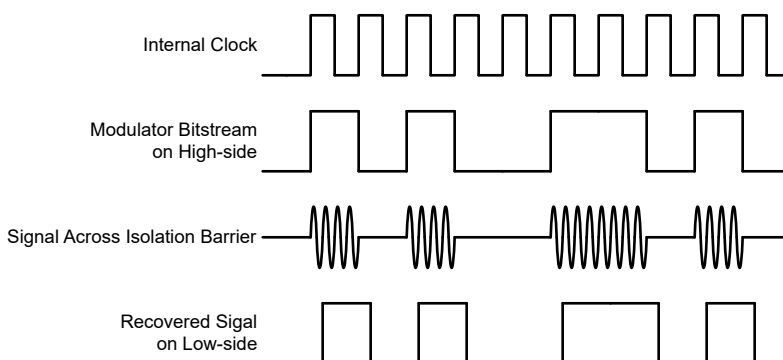

図 7-4. OOK ベースの変調方式
図 7-4 に示されているように、AMC0x06M25 は、オン / オフ キーイング (OOK) 変調方式を使用して、変調器の出力ビットストリームを、SiO₂ ベースの絶縁膜間で伝送します。送信ドライバ (TX) をに 機能ブロック図 示します。TX は、内部で生成された高周波キャリアを絶縁バリア越しに送信し、デジタル 1 を表現します。ただし、TX はデジタル 0 を表す信号を送信しません。AMC0x06M25 で使用されるキャリアの公称周波数は 480MHz です。